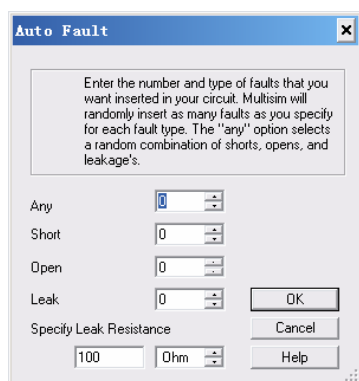

图 4-23 自动设置错误
1) 选择菜单“Simulate”→“Auto Fault Option”命令，系统弹出“Auto Fault”（自动设置错误）对话框，如图 4-23 所示。